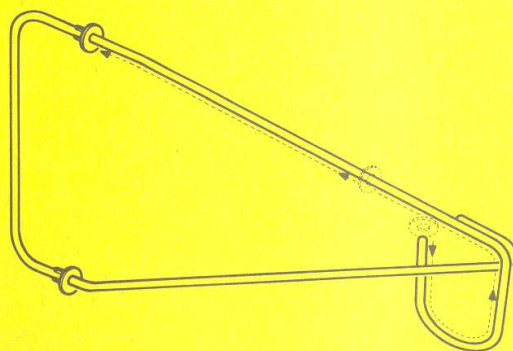

Abb. 2
scheiben (35) bis zu den Anschlagstellen, siehe Abb. 2.